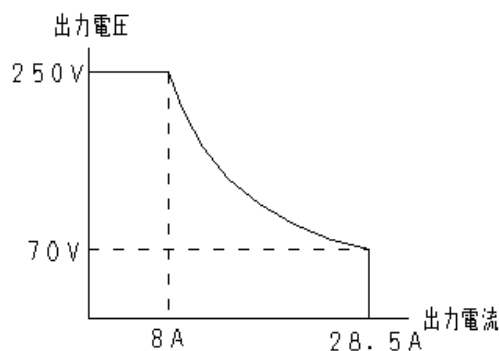

図1 出力特性
(3)電流可変範囲	0 ~ 30.0A (設定: 0.1Aステップ) 出力電流範囲: 0 ~ 28.5A 図1参照 設定電圧により、電流可変範囲が制限されます